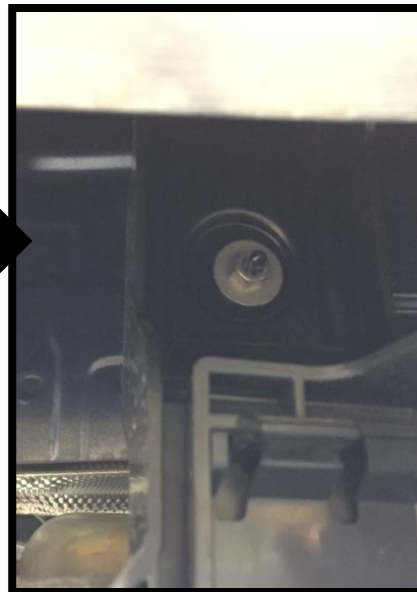

Figure 2
4. Découper l'écran thermique - En débutant par la partie inférieure de l'écran thermique, mesurer $\frac{1}{2}$ po vers l'intérieur à partir des trous de vis les plus à l'extérieur, tracer une ligne d'un côté à l'autre. Dans la partie supérieure de l'écran thermique, tracer une ligne d'un côté à l'autre de l'écran à $\frac{1}{2}$ po du haut. Découper d'un côté à l'autre suivant les lignes tracées (2 coupures), semblables à la Figure 2.